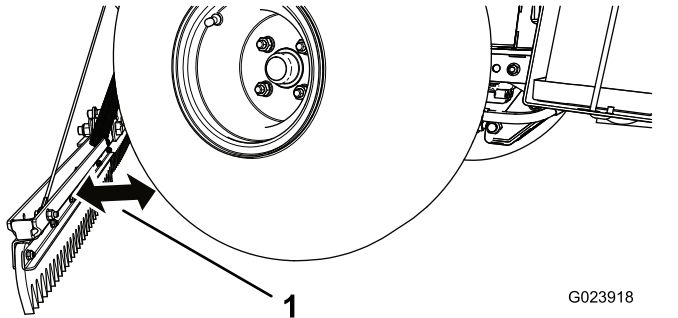

Bild 18
1. Drehen Sie den Rechen zu einer Seite. Die Anschlagschraube sollte die Deichsel berühren, wenn der Abstand zwischen Rechen und Reifen 51 mm ist (Bild 18).